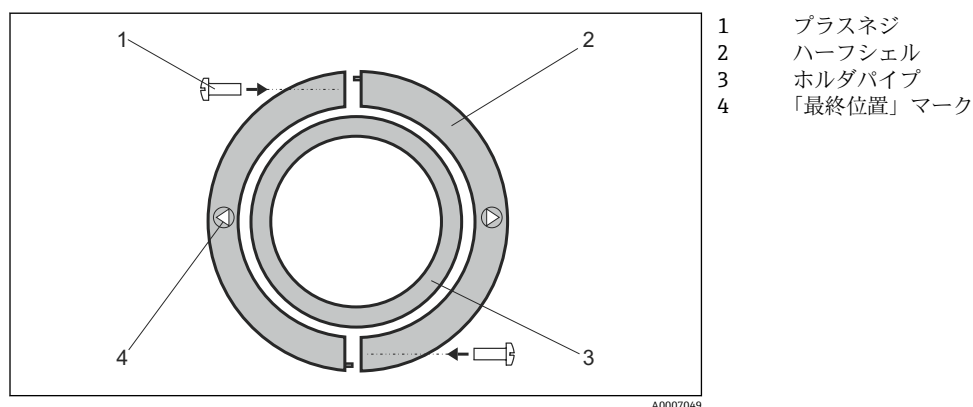

図 11 可変フランジアダプタ
2. アダプタのハーフシェル (→ 図 11、項目 2) をパイプの希望する位置に配置します。